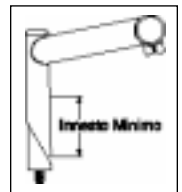

Fig.1
4. Sui cannotti di sterzo filettati, inserire l'attacco manubrio fino alla profondità minima indicata dalle norme stabilizzate dalle apposite agenzie statali. L'attacco manubrio deve essere inserito ad una profondità di innesto minima non inferiore a 2,5 volte il diametro dell'estremità inferiore dell'attacco manubrio, non il cuneo (vedere fig.1).